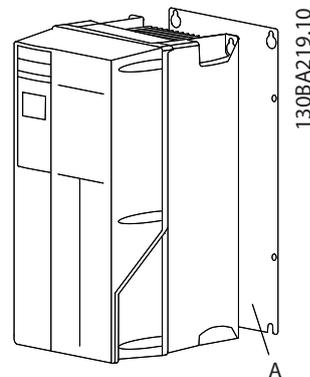
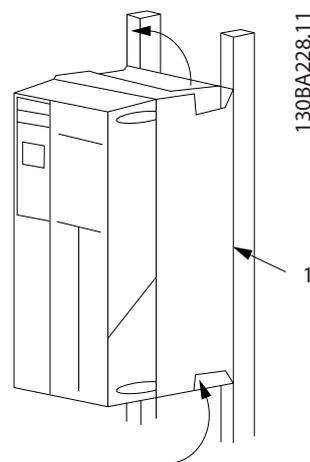

Abbildung 2.2 Ordnungsgemäße Montage mit Rückwand
Abbildung 2.3 Ordnungsgemäße Montage an einem Montagerahmen
- Sorgen Sie durch Montage des Geräts auf einer ebenen, stabilen Oberfläche oder an der optionalen Rückwand (siehe *Abbildung 2.2* und *Abbildung 2.3*) für eine ausreichende Luftzirkulation zur Kühlung.
In *Abbildung 2.2* und *Abbildung 2.3* bezeichnet „A“ eine Rückwand, die für die erforderliche Luftzirkulation zur Kühlung des Geräts ordnungsgemäß montiert ist.